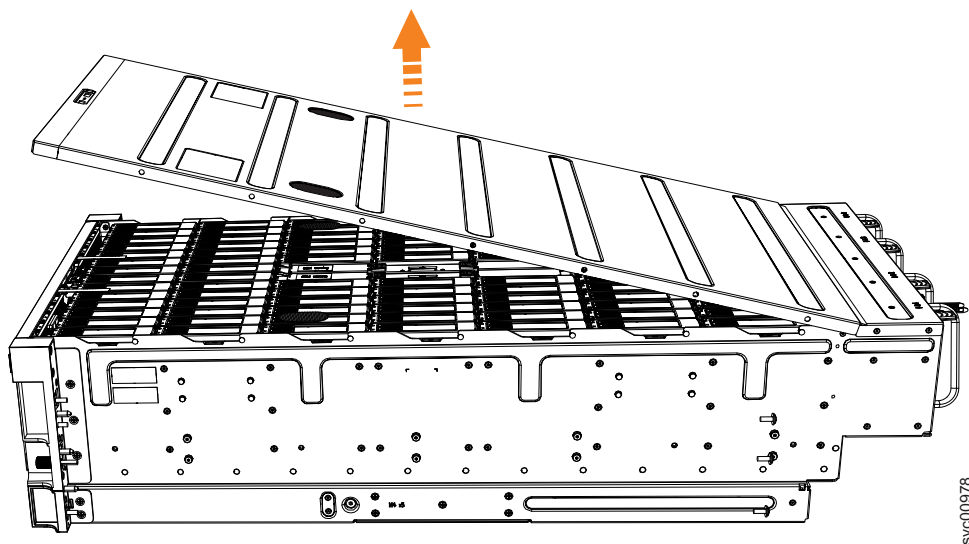

図 35. 2076-92F カバーの取り外し
4. 53 ページの図 35 に示すように、カバーを慎重に持ち上げます。